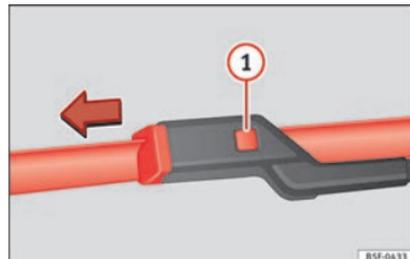

Abb. 141 Scheibenwischerblätter der Frontscheibe austauschen.
- Entriegelungstaste » **Abb. 141** ❶ gedrückt halten und gleichzeitig das Scheibenwischerblatt in Pfeilrichtung abziehen.